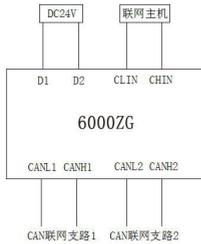

图 2 CAN 扩展接口 1 拖 2
- 2、CAN 扩展接口用作联网主机 1 拖 2 使用时，线路连接如图 2 所示。